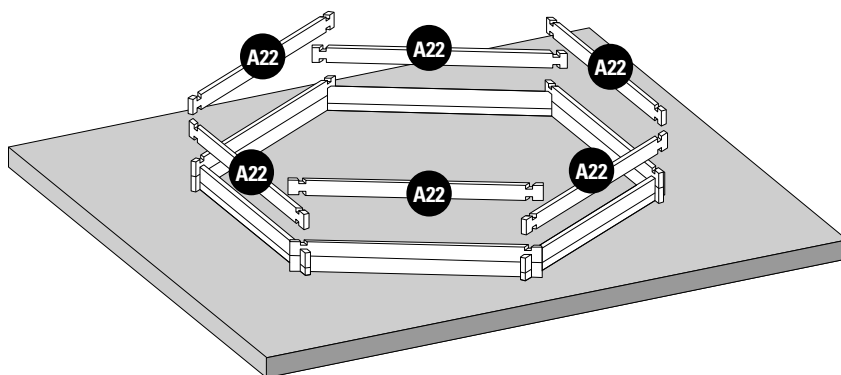

Fig. 3 / Abb. 3 / Afb. 3
3rd LAYER OF BOARDS: Install the third layer of boards as shown in figure 3. The position of the refilling fitting with the key and the skimmer should be defined at the start of the assembly (read the specific paragraphs).
3ÈME RANGÉE MADRIERS : Positionnez les madriers de la 3ème rangée conformément à la figure 3. Vous devez avoir déterminé l'emplacement de la buse de refoulement et du skimmer dès le début du montage (voir paragraphes spécifiques).
3. BRETTERREIHE: Platzieren Sie die Bretter der dritten Reihe laut Abb. 3. Zu Beginn der Montage müssen Sie die Lage des Druckventils und des Skimmers festlegen (lesen Sie hierzu die entsprechenden Abschnitte).
3ª RIJ PLANKEN: Plaats de planken van de derde rij zoals te zien is op afbeelding 3. U moet al bij aanvang van de montage bepalen op welke plaats het uitstroombondstuk en de skimmer moet komen (less de betreffende paragrafen).